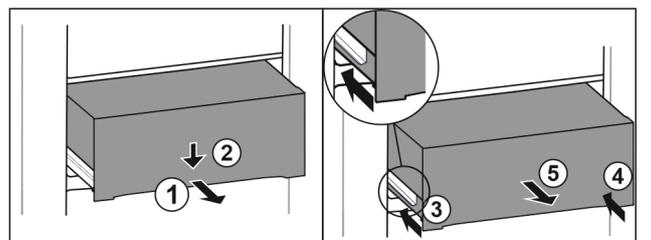

Fig. 106
- ▶ Extraiga el cajón hasta la mitad. Fig. 106 (1)
- ▶ Presionar hacia abajo el cajón de la parte delantera. Fig. 106 (2)
- ▶ Introducir el carril izquierdo unos 2 cm. Fig. 106 (3)
- ▶ Introducir el carril derecho unos 2 cm. Fig. 106 (4)
- ▶ Extraiga el cajón hacia delante. Fig. 106 (5)